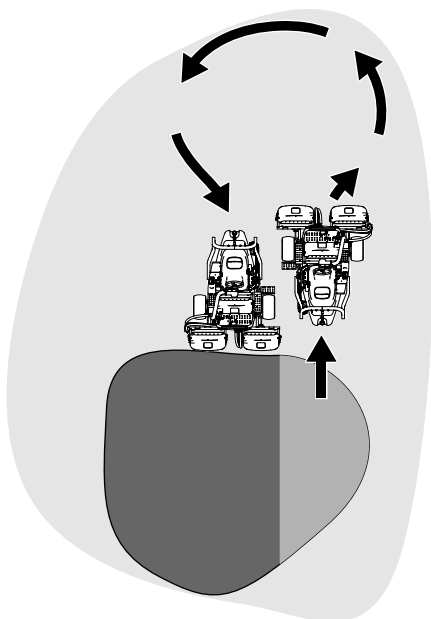

Figure 29
6. Pour réduire le temps de travail et faciliter l'alignement pour la passe suivante, tournez momentanément la machine dans la direction opposée, puis tournez-la vers la partie à tondre. Exécutez un demi-tour en « goutte d'eau » (Figure 29) pour aligner rapidement la machine pour la passe suivante.